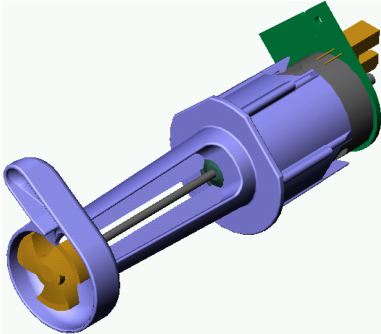

Abb. 3 Pumpenmotor + Rotor
- Nach dem Drücken einer Auswahl Taste wird der Pumpenmotor (Abb.3) für eine bestimmte Zeitdauer, je nach programmierter Menge, mit einer bestimmten Geschwindigkeit (Drehzahl) angesteuert.